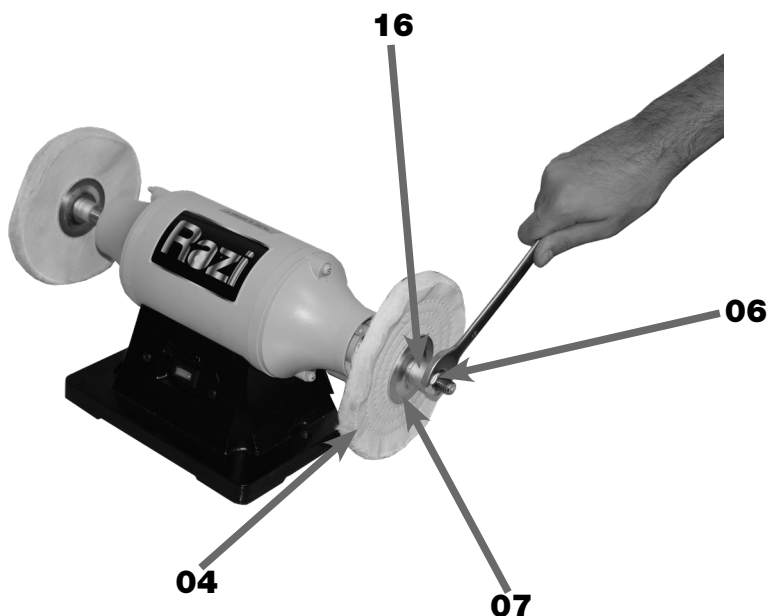
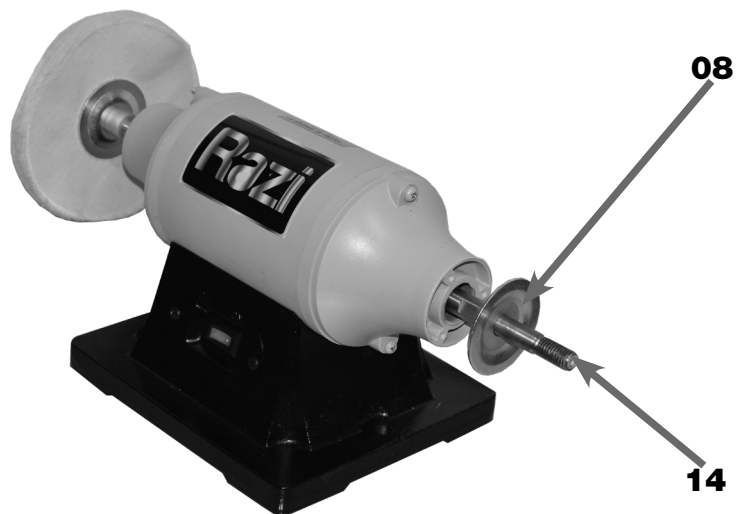

FIGURA 09 – Remoção da Roda de Polir
FIGURA 10 – Flange Interna
1. DESCONECTAR o Plugue de Alimentação (12) da Rede Elétrica do usuário;
2. RETIRAR a Porca de Fixação da Roda (06) (figura 09), utilizando uma Chave Fixa 19 mm;
3. RETIRAR a Bucha Espaçadora (16) (figura 09);
4. RETIRAR a Flange Externa (07);
5. RETIRAR a Roda de Polir (03) ou (04) do Eixo (14) (figura 10);
6. VERIFICAR a posição da Flange Interna (08) (figura 10);
7. COLOCAR uma nova Roda de Polir (03) ou (04) no Eixo (14);
8. COLOCAR a Flange Externa (07) (figura 09);
9. COLOCAR a Bucha Espaçadora (16);
10. COLOCAR e APETAR a Porca de Fixação da Roda (06) (figura 09), utilizando uma Chave Fixa 19 mm;
11. VERIFICAR se a Roda de Polir (03) ou (04) gira normalmente.